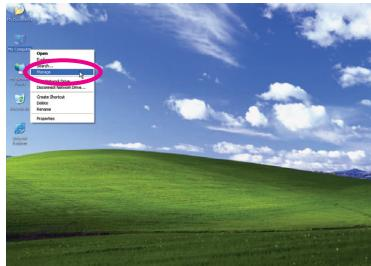
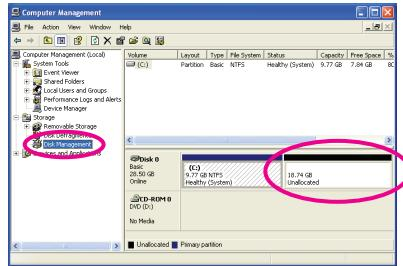

図 4
図 5
4. オペレーティングシステムのインストール後、デスクトップのマイコンピュータアイコンを右クリックし、**管理**を選択します(図4)。コンピュータ管理に移動して、ディスクの割り当てをチェックします。Xpress Recovery2はバックアップファイルを割り当てられていないスペースに保存します(上の黒いストライプ)(図5)。割り当てられていないスペースが不十分だと、Xpress Recovery2はバックアップファイルを保存できません。